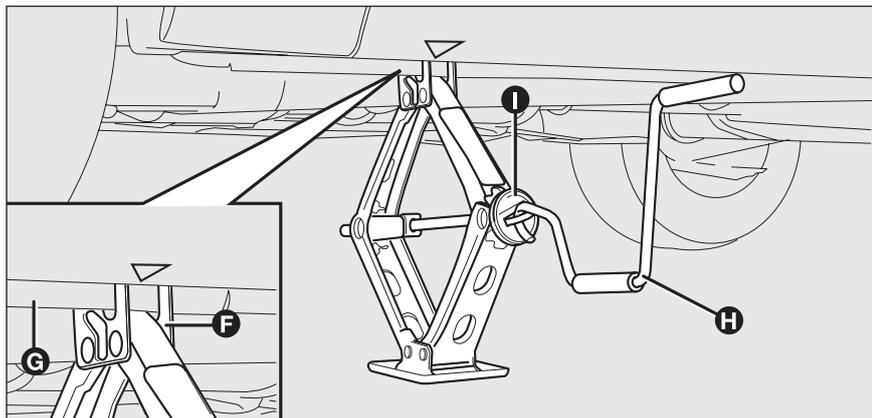

fig. 5
- s'assurer que la rainure **F**-fig. 5 du cric est bien fixée dans l'ailette **G** du longeron;